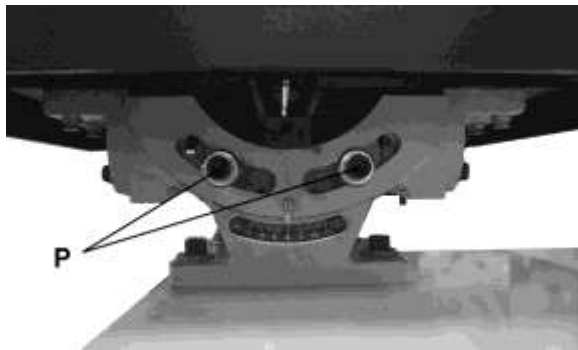

Рис. 5.
**Механизм наклона стола** – расположен под рабочим столом. Чтобы наклонить стол влево или вправо, ослабьте два винта с внутренним шестигранником (P, Рис. 5) в задней части механизма. Чтобы сместить стол вперед/назад для выравнивания, ослабьте четыре винта (Q, Рис. 6) с любой стороны механизма.